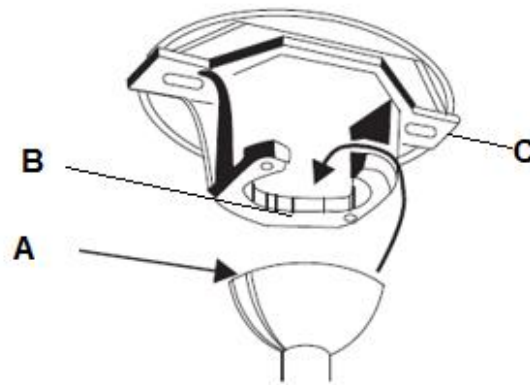

Abb. 5
Halten Sie den kompletten Ventilator unter die Halterung. Achten Sie darauf, dass der Passstift (B) der Halterung in die Sicherungsnut (A) der Kugelaufhängung greift, um ein Verdrehen des Ventilators im Betrieb zu verhindern. (Abb. 5)
- Hängen Sie den Ventilator auf (siehe „Aufhängen des Ventilators“ Abb. 5 auf Seite 6).